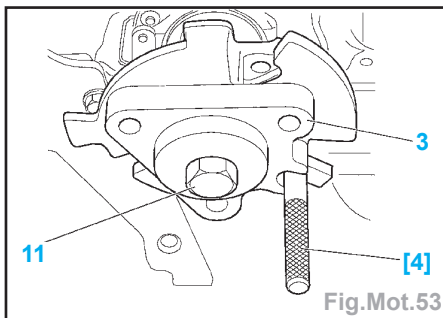

Fig.Mot.53
- Reposer (Fig.Mot.53) :
- le moyeu d'arbre à cames (3),
- la vis (11).
- Piger le moyeu d'arbre à cames (3) à l'aide de l'outil [4].